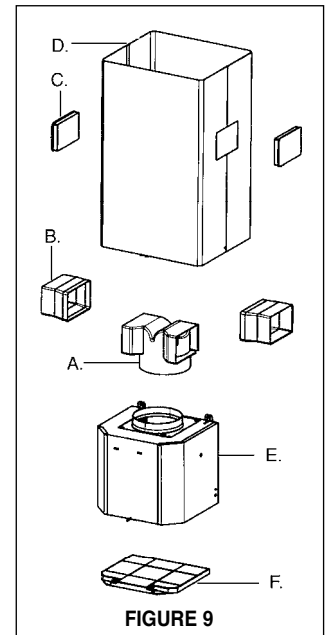

FIGURE 9
Installations sans conduit requièrent le **Kit Pour Conversion Du Conduit (FIGURE 9)**. N'utilisez pas le REGISTRE ROND (N de la FIGURE 1) pour les Installations sans conduit. Jeter le COUVERCLE CHEMINÉE INFÉRIEURE (B de la FIGURE 1) et remplacer avec le couvercle de cheminée inférieure avec trous d'échappement d'air dans le **Kit Pour Conversion Du Conduit (D de la FIGURE 9)**.
Illustré à la FIGURE 9, mettre le DUCTLESS DIVERTER (A) dans l'ouverture d'échappement de la EASY CUBE (E). Mettre le DUCTLESS DIVERTER EXTENSION HORIZONTAL (B) dans le DIVERTER (A).
Pour installations sans conduit, aligner les DUCTLESS DIVERTER EXTENSIONS HORIZONTAL (B de la FIGURE 9) avec les trous d'échappement d'air dans COUVERCLE CHEMINÉE INFÉRIEURE (D de la FIGURE 9) et installer les VENT GRIDS (C de la FIGURE 9).
Pour installations sans conduit, installer le FILTRE AU CHARBON (**F de la FIGURE 9**).